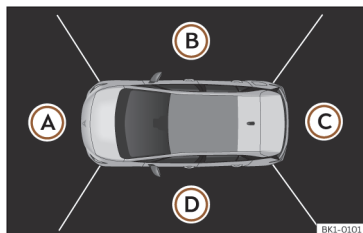

Fig. 153 Affichage du système de vision périphérique : perspective aérienne.
Il est possible de choisir entre quatre vues différentes >>> **fig. 153**:
La perspective aérienne est obtenue en combinant les images de toutes les caméras  >>> **fig. 153**. Elle peut être sélectionnée en appuyant sur le véhicule à l'intérieur de la zone.
Vous pouvez sélectionner et fixer la vue correspondante, qui restera signalée en orange, en appuyant sur les différentes zones >>> **fig. 153** (A) à (D) de la perspective aérienne ou de la perspective aérienne réduite.